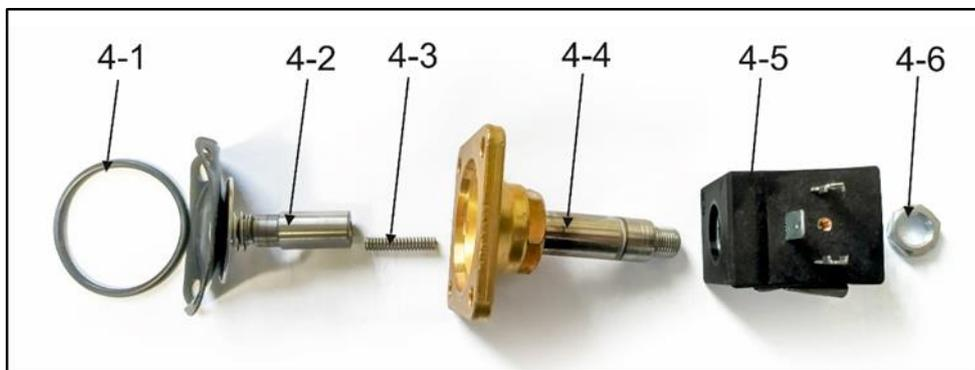

Abb. 32: Zusammenbau eines Magnetventils
- Trennen Sie die Ventilverbindung (1).
- Lösen Sie die 4 Schrauben (2).
- Entfernen Sie das Magnetventil (3).
- Installieren Sie das Magnetventil (Abb. 32).
- Installieren Sie das neue Magnetventil mithilfe der 4 Schrauben (3) und verwenden Sie eine Schraubensicherung an den Schraubengewinden (z. B. Loctite 243).
- Setzen Sie die Magnetventilverbindung wieder ein und befestigen Sie diese mit einer Schraube (1).